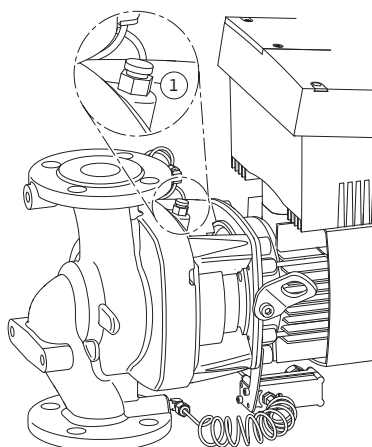

Fig. 47: Odvzdušňovací ventil
- Čerpadlá odvzdušnite pomocou uvoľnenia odvzdušňovacích ventilov (Fig. 47, pol. 1). Chod nasucho zničí mechanickú upchávku čerpadla. Snímač tlakového rozdielu sa nesmie odvzdušňovať (nebezpečenstvo zničenja).